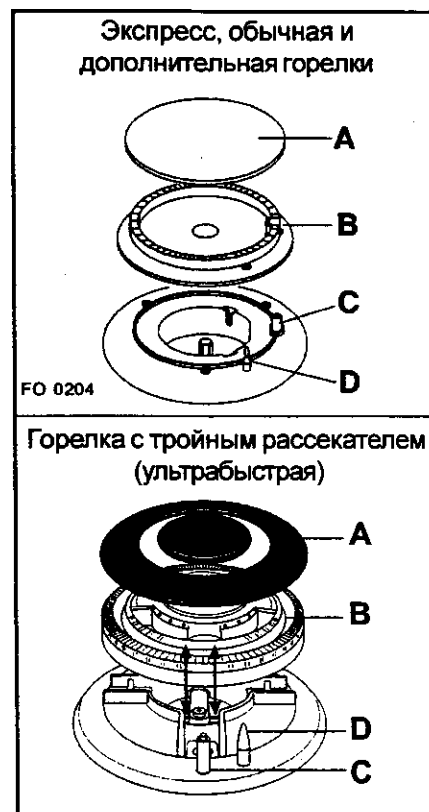

Рис. 1
- **Для моделей с термопарой (рис. 1 - буква D):** когда появится пламя, держите регулятор в нажатом состоянии около 5 секунд - это нужно для того, чтобы активировать предохранительное устройство варочной поверхности (термопару).